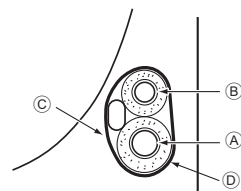

Fig. 4-5
4.5.1. Збереження в ділянці трубопроводу блока (Fig. 4-5)
- Г Повстяна стрічка ③